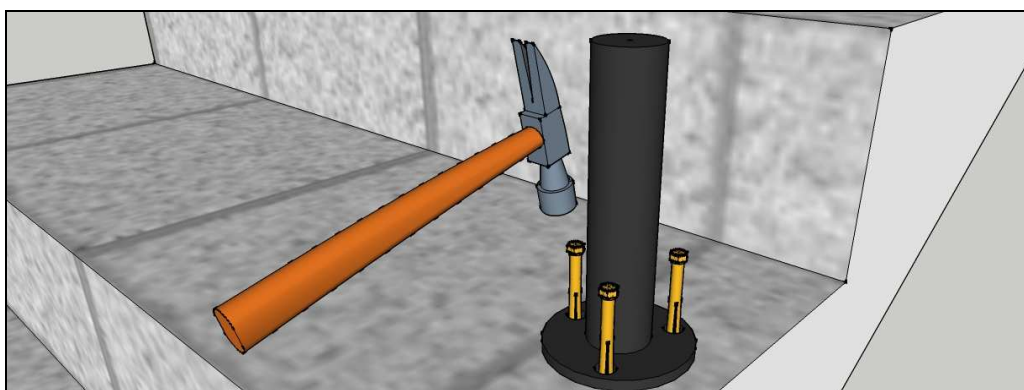

Рис.7
5. По нашей разметке сверлим дрелью используя **сверло по кафелю $\varnothing 12\text{мм}$ (SK-12)**, если на лестнице приклеен керамогранит. Далее бурим перфоратором используя при этом бур 10мм. Далее через отверстия в закладном элементе забиваем молотком **анкерные болты 10*80 (AB-10*80)**. Накладным ключом на 13 производим предварительную затяжку анкерных болтов (рис.7). Отверстие в кафеле сверлится большего диаметра для того, чтобы при забивании анкерного болта, не расколоть керамогранит.